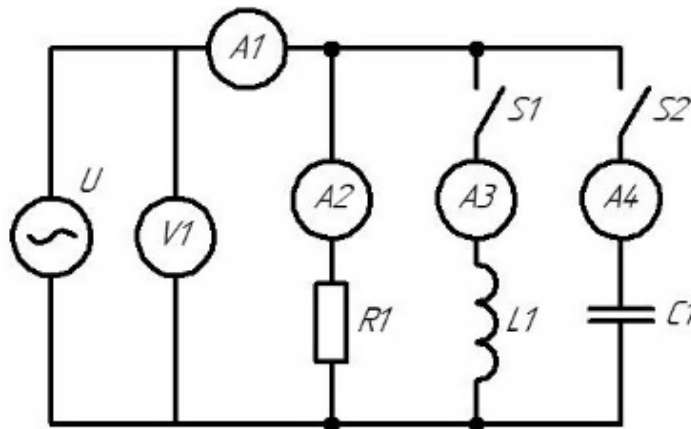

Рис. 3.4 Схема электрической цепи
1. Собрать в виртуальной лаборатории Circuit Simulator, с помощью изученных методов, схему электрической цепи синусоидального тока для исследования параллельной R, L, C - цепи (рис. 3.4). В результате должна получиться схема, похожая на ту, которая приведена на рисунке 3.5.